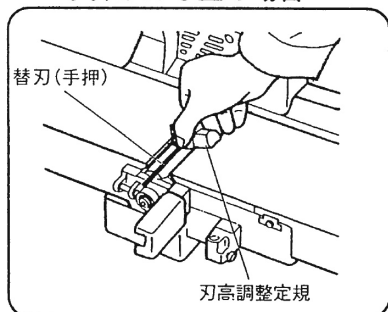

図 42
- (1) 安全カバーおよびガイドをはずし、かな刃取付け用ボルトの位置を上側にしてかな胴を固定します。
- (2) 付属のボックススパナ（10mm）でかな刃取付け用ボルト 4 本をゆるめます。
- (3) かな胴をまわし刃先を上側にして固定します。
- (4) 付属の刃高調整定規のマグネット部に替刃（手押）を吸着させ、手前方向に取りはずします。（図 42）